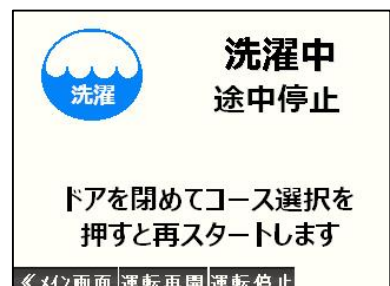

図 7-8
- ・エラーが発生した場合、エラーの解除を行うと図 7-8 の画面に切り替わります。この画面の状態、任意のコース選択スイッチを押すことで、エラー発生前に行っていたコースの工程に戻ることができます。